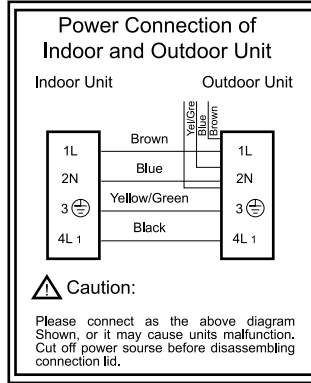

Fig. 14
Conecte los cables de conexión de alimentación y el cable de control de señal por separado a los terminales correspondientes. (En la Fig. 14, elija el mismo diagrama de cableado solo con el diagrama de cableado de la unidad).
- Conecte los cables de conexión de la unidad por separado a los terminales correspondientes. (Fig. 14)